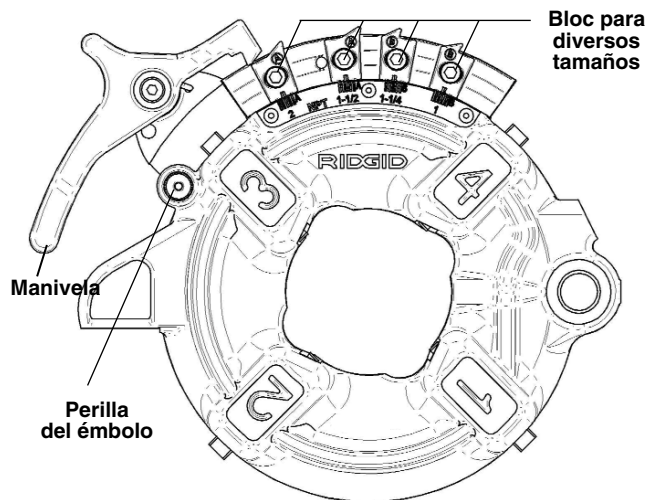

Figura 10 – Cabezal de Terrajas Semiautomático 816/817
Cabezal de terrajas Semiautomático (*Figura 10*) – Cuando el extremo del tubo que se rosca se encuentra al ras con el borde de la terraja número 1, golpee la manivela del cabezal de terrajas para que las terrajas suelten el tubo.
1. Baje la manivela para que la placa de levas descanse (*Figura 10 – Cabezal de terrajas semiautomático Modelos 816 y 817*) contra la parada, (como se muestra).
- La rosca tiene la longitud correcta cuando el extremo del tubo queda al ras con el borde de las terrajas (Figura 10).